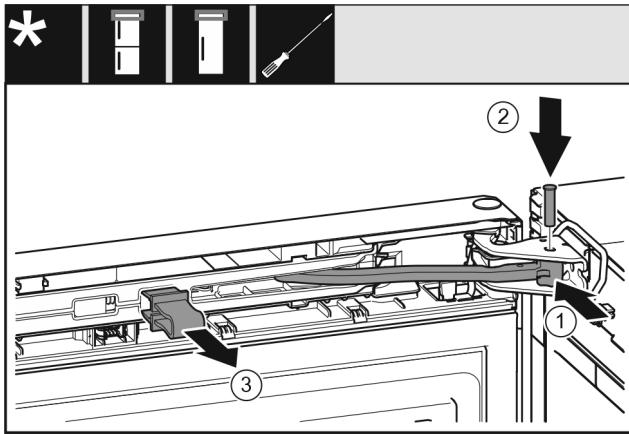

Fig. 50
- ▶ Завъртете шарнира в лагерната стойка. Fig. 50 (1)
- ▶ Поставете болта в лагерната стойка и шарнира. При това обърнете внимание на това, фиксиращата гърбица да е легнала правилно в жлеба. Fig. 50 (2)
- ▶ Свалете предпазителя. Fig. 50 (3)